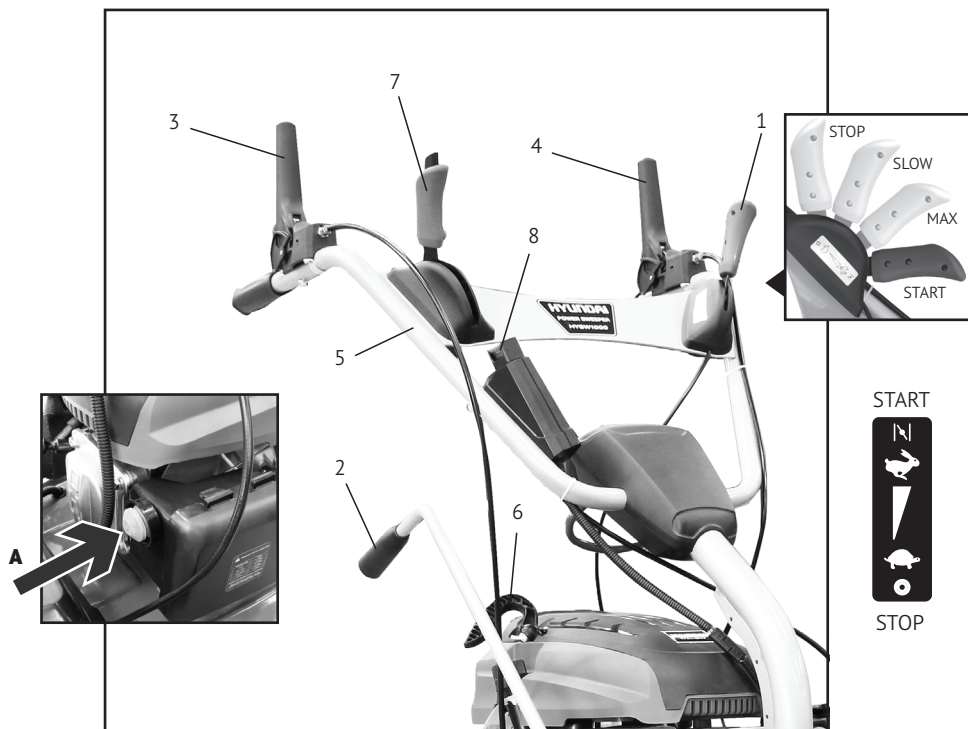

Рис. 13
- Установите рычаг регулировки оборотов двигателя 1 в крайнее положение (START), т.е. до упора вперед. В этом положении воздушная заслонка будет переведена в положение «Закрыто» для запуска холодного двигателя (Рис. 13).
- Подкачайте топливо, нажав на насос подкачки топлива (Рис. 13, А) 3-5 раз. В случае, если двигатель прогреет, нажмите на насос всего 1-2 раза.
- Запустите двигатель, используя ручной стартер 6 (Рис. 13). Медленно потяните рукоятку ручного стартера до тех пор, пока не почувствуете повышенное сопротивление. После этого быстрым, но плавным движением вытяните рукоятку ручного стартера на полный взмах руки.
- Выберите оптимальную для работы скорость вращения щетки 7. Опустите рычаг привода щетки 4 для начала работы (Рис.13).
- Нажмите рычаг привода движения 3 (Рис. 13). Колеса приведены в движение, щетка вращается. Для остановки вращения щетки и остановки движения отпустите рычаги.
- Передвиньте рычаг регулировки оборотов двигателя 1 в положение STOP (Рис. 13).
- Установите рычаг регулировки оборотов двигателя 1 в крайнее положение (START), т.е. до упора вперед. В этом положении воздушная заслонка будет переведена в положение «ЗАКРЫТО» для запуска холодного двигателя (Рис. 13).
- Подкачайте топливо, нажав на насос подкачки топлива (Рис. 13, **A**) 3-5 раз. В случае, если двигатель прогрет, нажмите на насос всего 1-2 раза. При очень низкой температуре и при отсутствии запуска повторите процедуру подкачки топлива (до 3-х раз).
- Передвиньте рычаг регулировки оборотов двигателя 1 в положение STOP (Рис. 13). Двигатель будет остановлен.